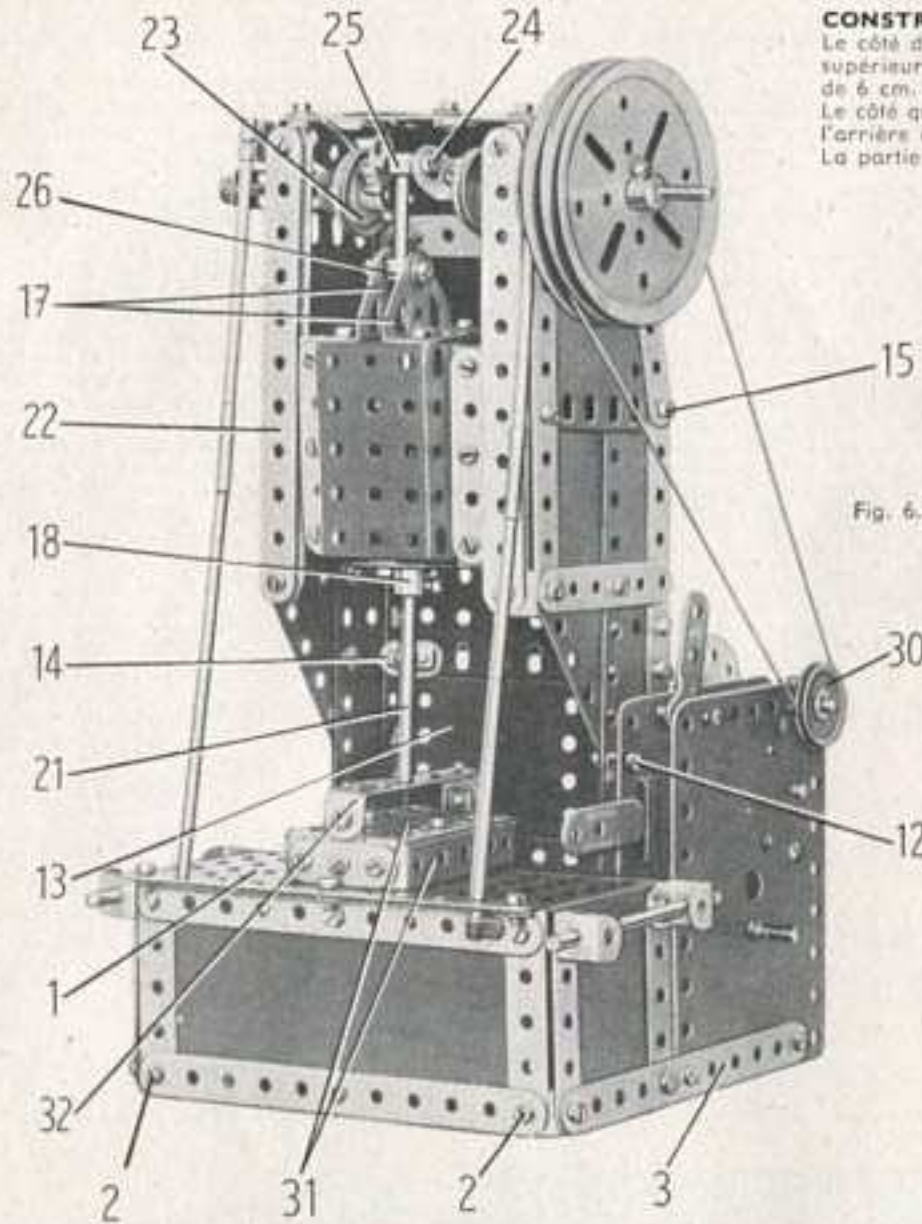

Fig. 6.5
Le côté qui apparaît sur la figure 6.5 est semblable à l'autre, à cela près qu'une des bandes (5) n'y figure pas. Les deux côtés sont réunis à la plaque à rebords de 9x6 cm. de l'arrière de la chabotte. Le moteur est fixé sur l'un des côtés par un boulon de 9,5 mm. (12), mais en est maintenu écarté par une clavette passée sur le boulon.